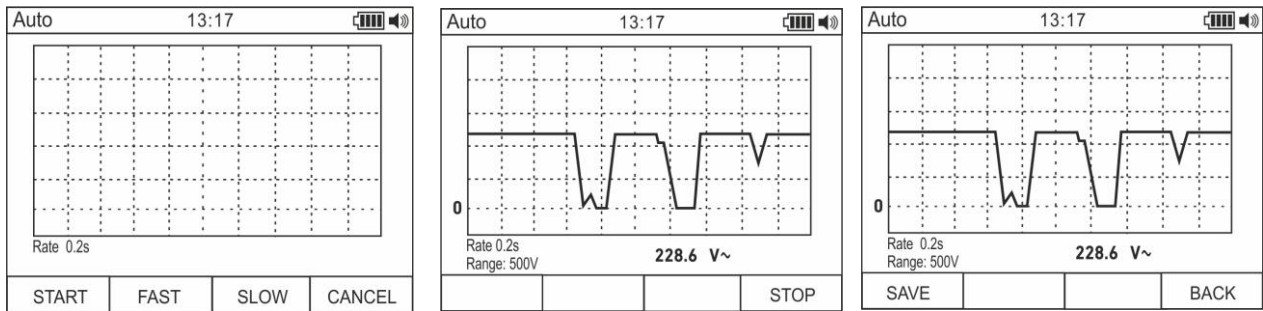

Fig. 8: Criar e guardar o gráfico de uma medição
1. Premir o botão **F1** para entrar na secção de criação do gráfico da grandeza em exame (ver Fig. 8 – parte esquerda).
3. Premir o botão **F1** per avviare a costruzione del gráfico. A escala de medida (automaticamente inserida pelo instrumento) e o valor em tempo real são apresentados pelo instrumento (ver Fig. 8 – parte central).
5. Premir o botão **F1** para guardar o gráfico na memória do instrumento ou o botão **F4** para iniciar um novo gráfico (ver Fig. 8 – parte direita)